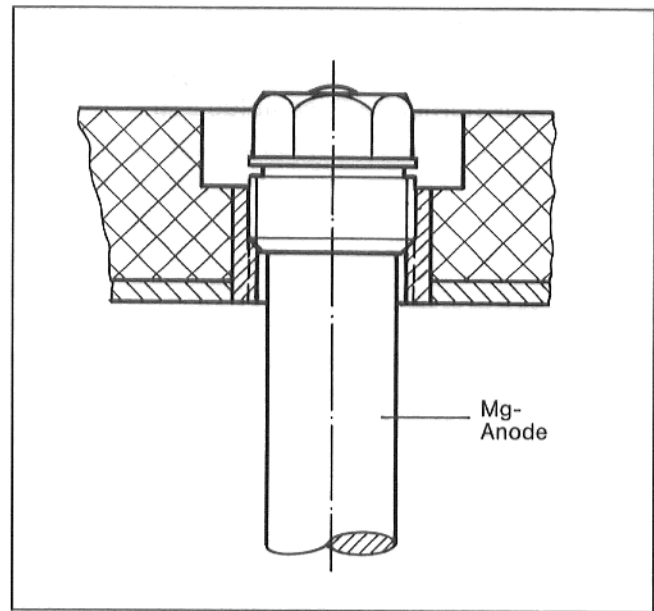

Abb. 12 – WF 165/205
- Magnesiumanode neu eindichten (Abb. 12 bzw. 13).